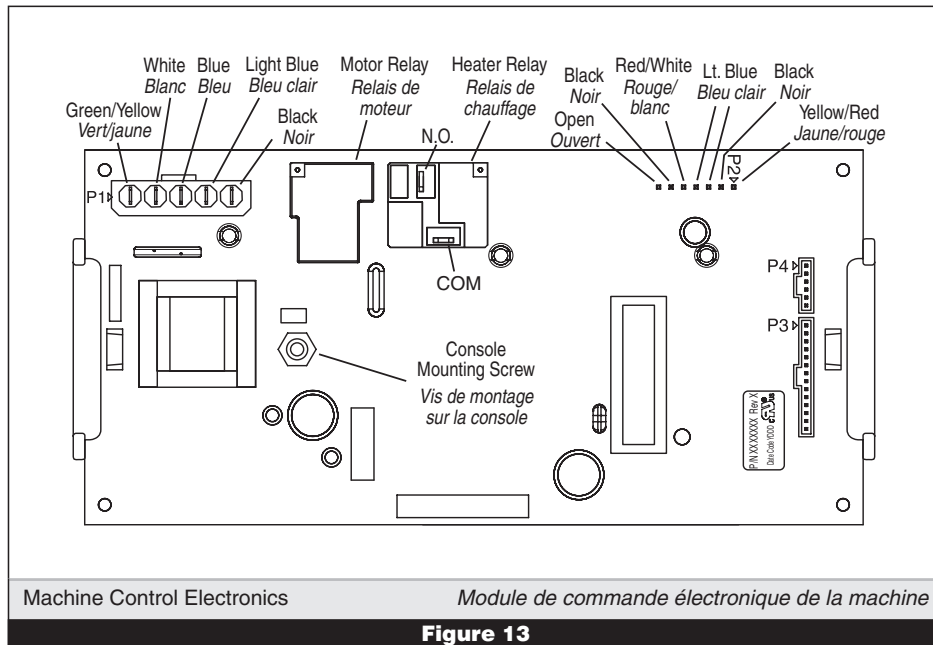

Figure 13
- Disconnect the ribbon cables at P3 and P4 on the machine control electronics. See figure 13 on page 12 for connector locations.
- Déconnecter les câbles plats à P3 et P4 sur le module de commande électronique de la machine. Voir figure 13, page 12 pour les emplacements des connecteurs.
Remove all the wire connections to the machine control board. See figure 13, page 12.
Débrancher tous les conducteurs sur la carte des circuits. Voir figure 13, page 12.